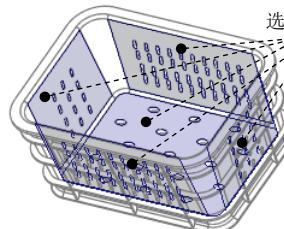

图 16.7 选取连续面
② 定义填充曲面。选取图 16.7 所示的模型内壁有破孔的五个面为填充面；单击